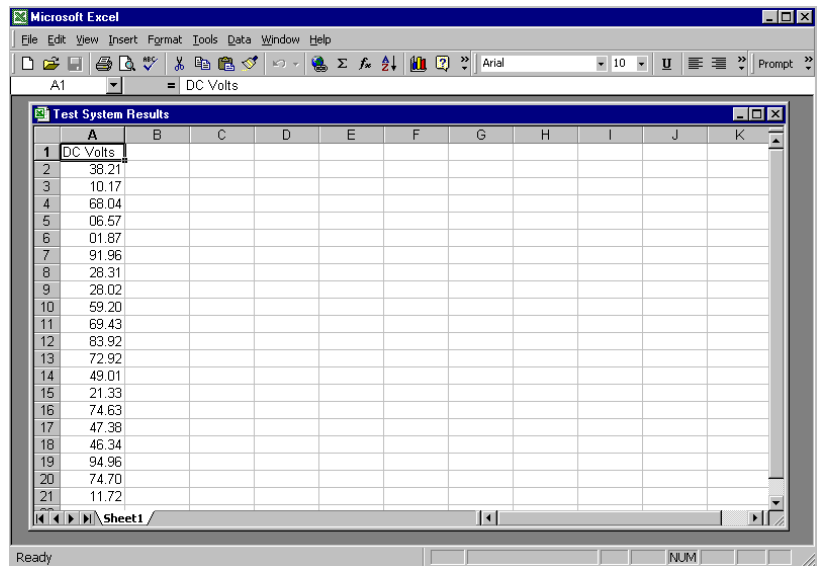

図 6-9. Results Average プログラムの Excel ワークシート
11. プログラムに results_average.vee と名前を付けて保存します。プログラムを実行します。MS Excel が起動して、図 6-9 のようなワークシートを表示します。